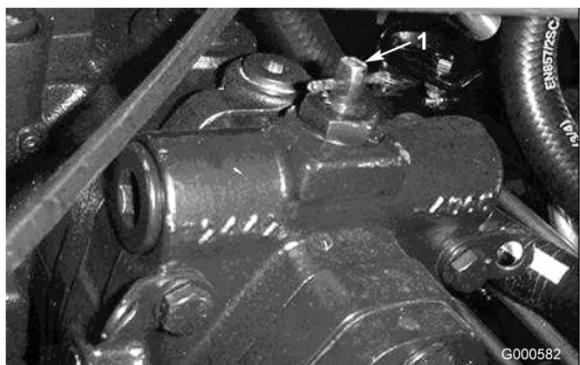

Figura 16
2. Gire la válvula auxiliar 90° (1/4 de vuelta) en cualquier sentido para abrirla y dejar pasar el aceite internamente (Figura 16). Puesto que el aceite se desvíe, la máquina puede ser movida lentamente sin dañar la transmisión. Observe la posición de la válvula al abrirlo o cerrarlo.